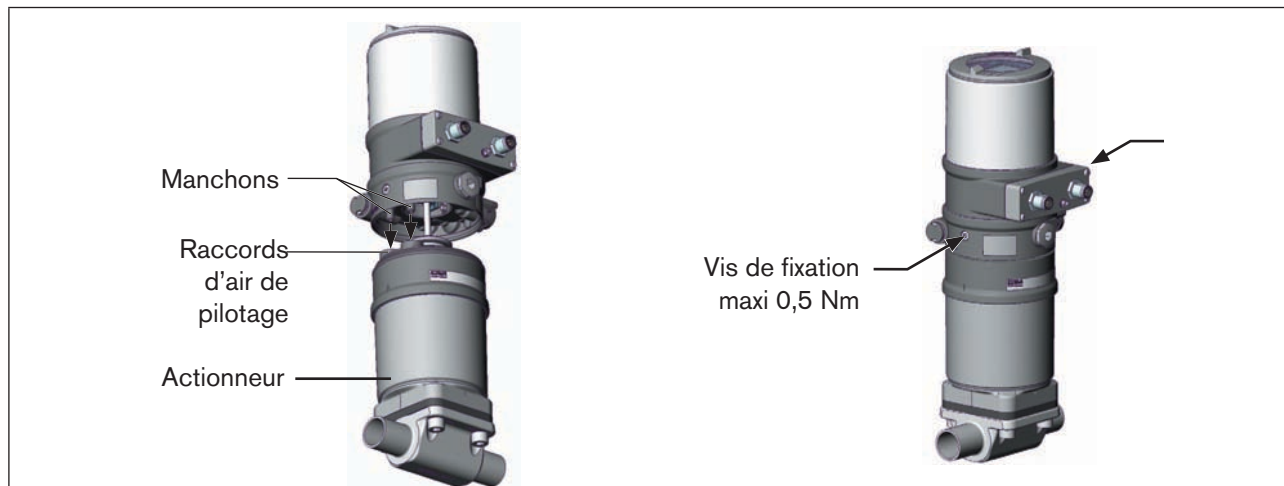

Figure 18 : Montage du positionneur, séries 2103, 2300 et 2301
2. que les manchons du positionneur entrent dans les raccords d'air de pilotage de l'actionneur (voir « Figure 18 »).